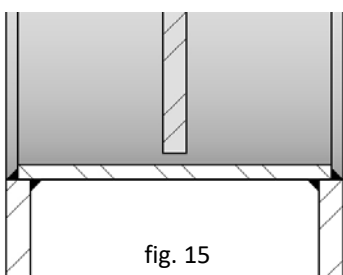

fig. 15
- **Sede 1:** In questo tipo di chiusura non esiste alcun contatto tra corpo e lamelle (fig. 15). La perdita stimata è del 3% della portata nella tubatura. Esistono determinati margini, da un lato tra le dimensioni interne del corpo e le dimensioni esterne delle lamelle, e dall'altro tra le lamelle stesse, affinché la valvola si possa aprire e chiudere senza problemi. Si calcola quindi che con questo tipo di chiusura si raggiunge una tenuta stagna del 97%.